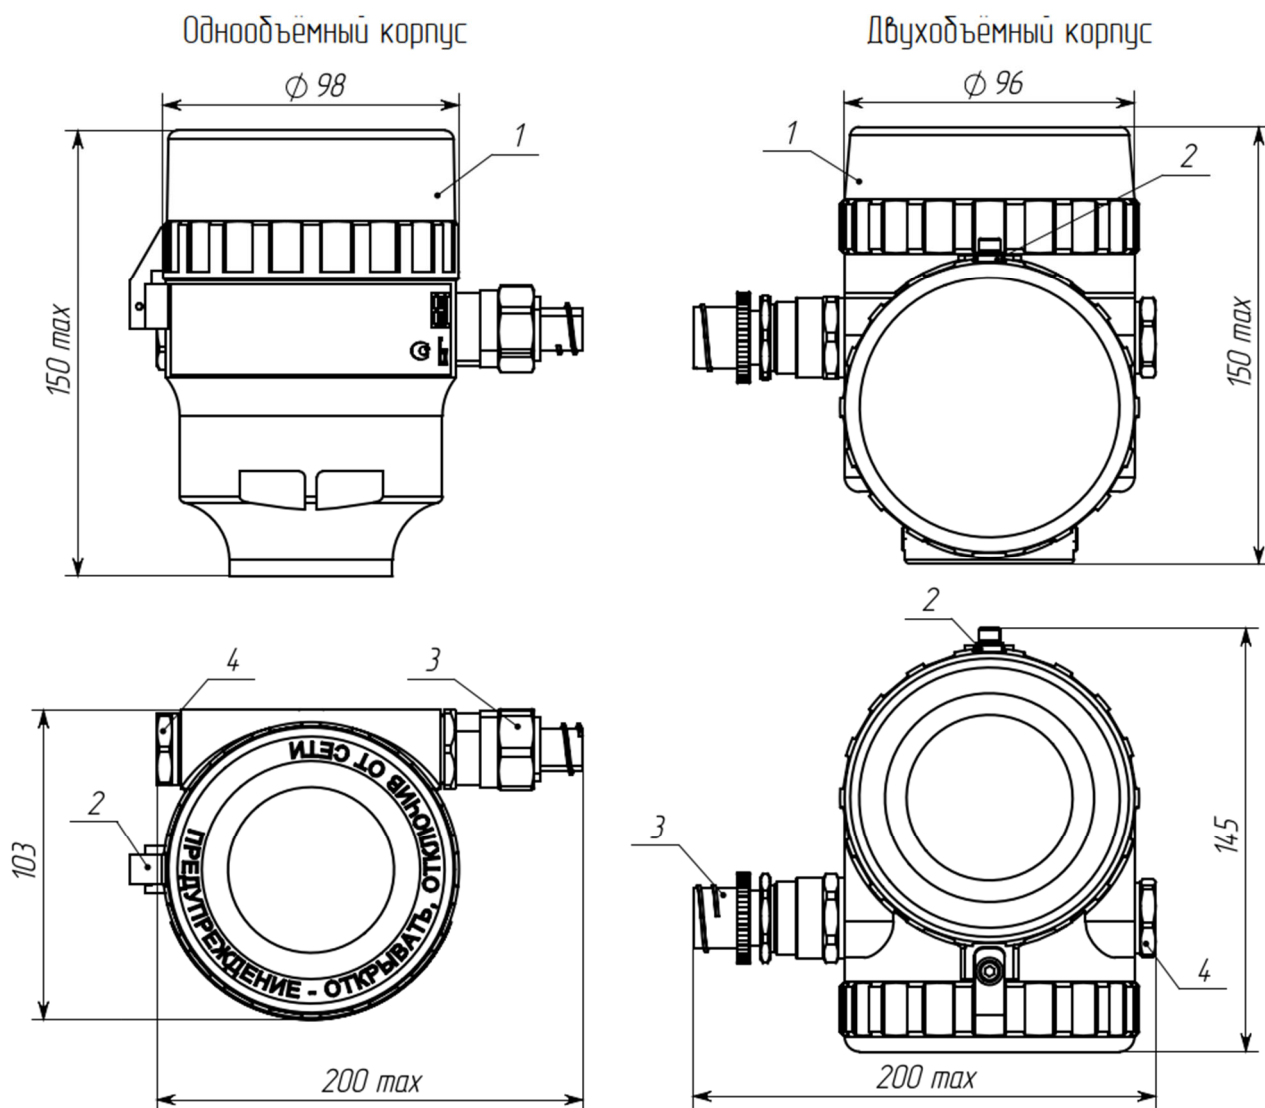

Рисунок 8 – Варианты исполнения корпуса преобразователя
1.5.2 Корпус изготавливается из сплава АД-31 или стали 12Х18Н10Т по ГОСТ 5632-2014 и выпускается в однообъемном и/или двухобъемном исполнениях (рисунок 8).